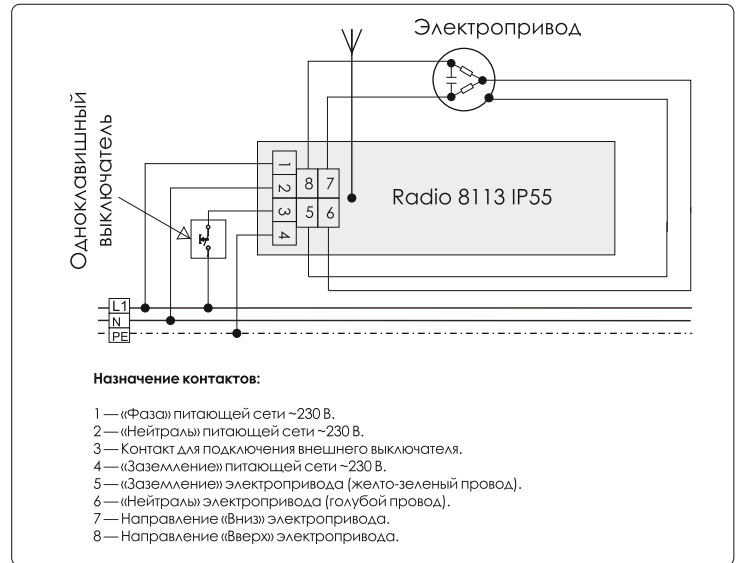

Рисунок 1 Подключение приемника Radio 8113 IP55 к электроприводу
- Выполнить подключение устройства в соответствии с рис. 1:
- ✓ ознакомиться с типовой схемой подключения (рис. 1);
- ✓ подключить провода к клеммнику на устройстве в соответствии со схемой на рис. 1;